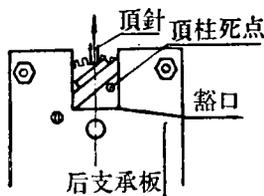
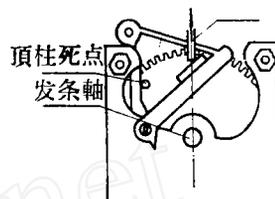

图 2
图 3
2. 把仪器的后支承板卸下来，把原方形豁口用什量铰从图 2 的形状铰成图 3 的形状。
上述的工作完成后，通过检查认为推板与支架的活动不受其他障碍时，即可扭动计时盘把发条上足，即开始工作，这时发条盘上的顶柱就以图 4 状态为起点（此时支架在顶柱的下面），随着钟表发条的放松而反时针绕发条轴运行，当其运行一周后，便继续推动支架重复运行 102° 的圆心角而到图 3 位置，即被上左支承柱阻挡而停止运行，因支架与推板是用连接件固定在一起的，于是支架带动推板由推板的推面推动顶针